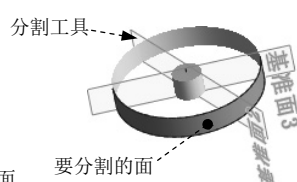

图 6.14.9 分割线 2
Step8. 创建如图 6.14.9 所示的分割线 2。选择下拉菜单 **插入(I)**  **曲线(U)**   **分割线(S)...** 命令，系统弹出“分割线”对话框；在 **分割类型** 区域中选中  **轮廓(S)** 单选项；在设计树中选择基准面 2 为分割工具；选取如图 6.14.9 所示的模型表面为要分割的面；单击  按钮，完成分割线 2 的创建。